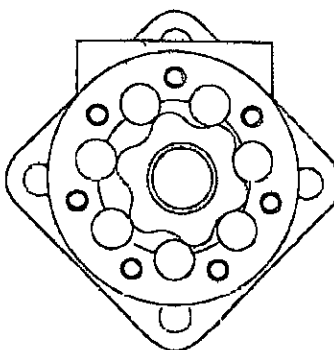

fig. 2
2.06 - Montare la guarnizione (31) sul roller (10) bloccandola con un pò di grasso e posizionare il gerotor stesso con l'ingranaggio interno fatto a stella chiuso verso destra, sul collettore (5) in corrispondenza dei fori di fissaggio (Vedi fig. 2), accoppiando la scanalatura interna con il giunto (3).
2.06 - Fit O-Ring (31) into the groove in roller section (10), again using grease to retain it. Fit the roller section (10), with O-Ring (31) towards the manifold (5), with fixing holes in line. The inner rotor should be towards your left as the ports are facing oneself. See fig. 2.